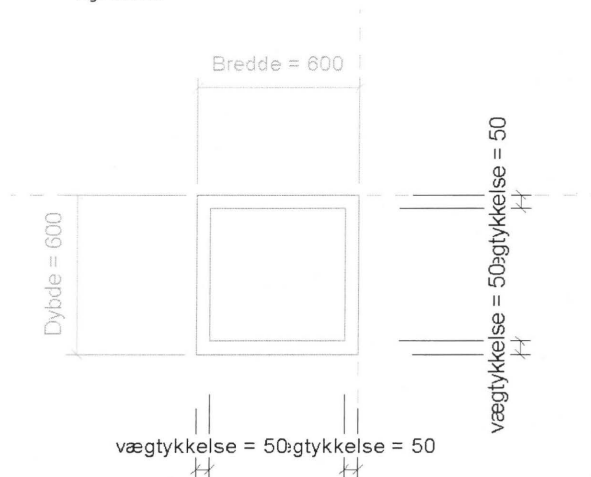

Fig. 06.41.
- Sæt også *Parameters* på, så boksens vægtykkelser kan ændres samtidig (Fig. 06.41). Det er lettest at få dette til at virke, hvis man markere objektet først. Klik *Edit Extrusion*, så de lyserøde streger kommer frem. Herpå sættes parametrene og derefter klikkes *Finish Edit Mode*.